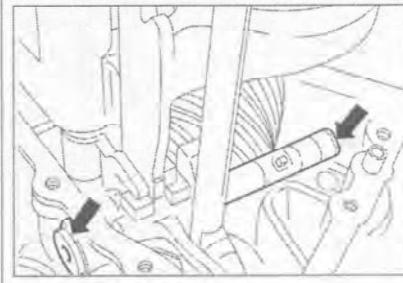

Рис. 7.58. Отверните осевые болты вала переключения передач (стрелки).
11. Отверните осевые болты вала переключения передач (стрелки) (рис. 7.58).
22. Затяните осевые болты вала переключения передач (стрелки) (рис. 7.58).